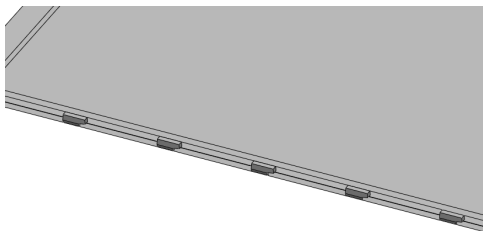

图 13-77 创建折弯特征效果
(8) 退出草图绘制环境，弹出【绘制的折弯】属性管理器，选取中间面，单击【确定】按钮, 创建折弯特征，如图 13-77 所示。